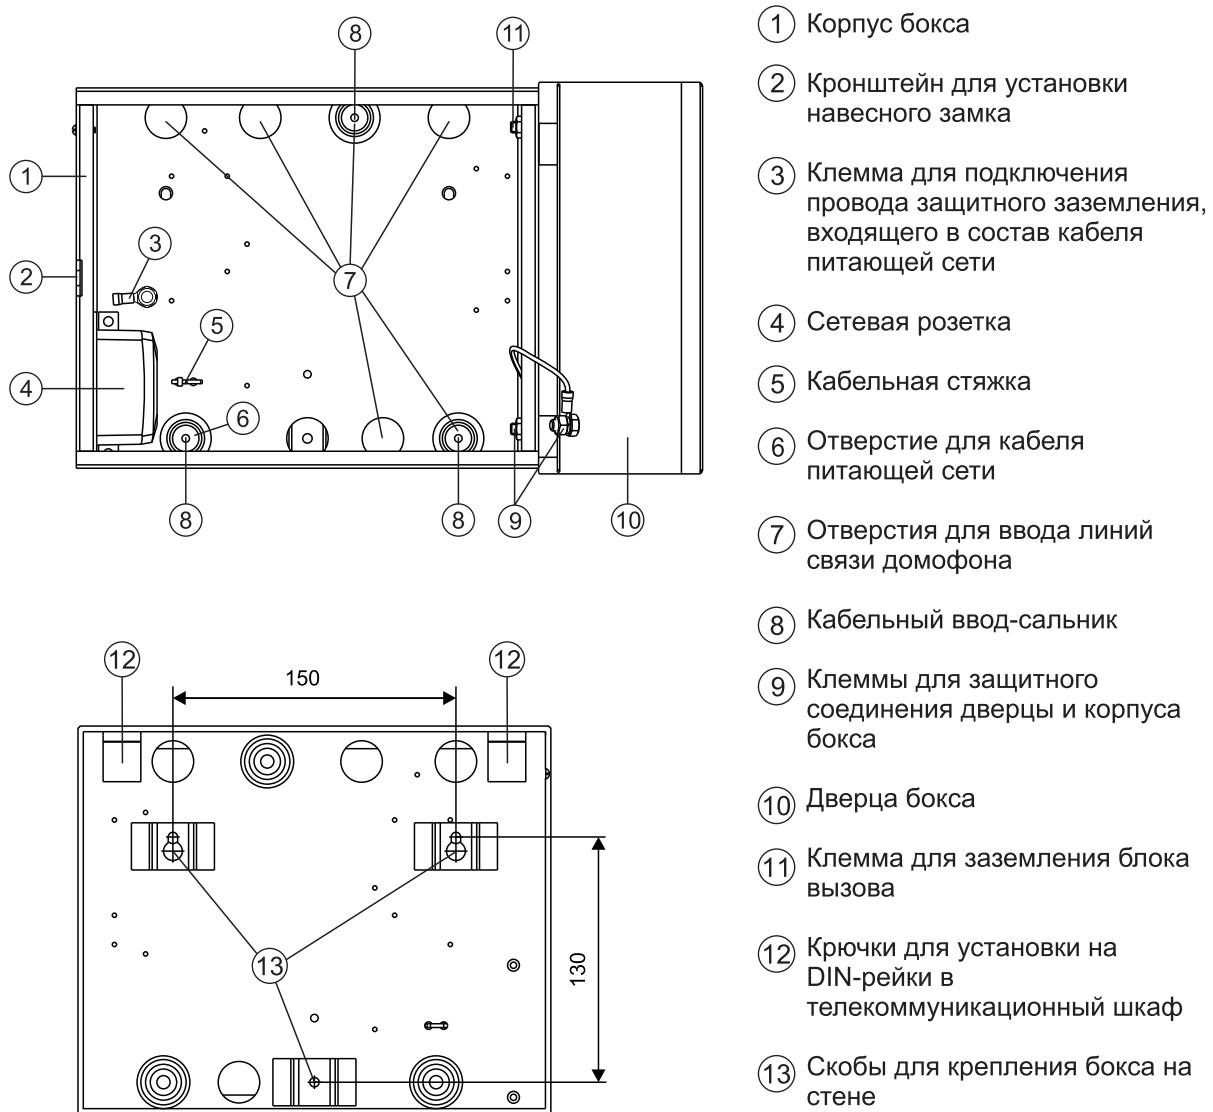
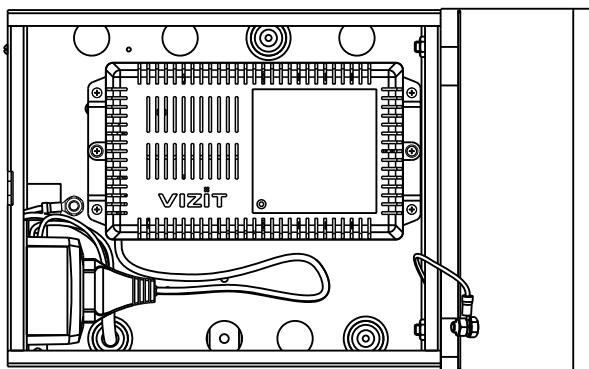

Рисунок 1 - Внешний вид и установочные размеры бокса
Рисунок 4 - Расположение блока управления VIZIT в боксе
Для крепления на стене используются скобы ⑬ (см. рисунок 1) на задней стенке бокса, а также шурупы 4x35 и дюбеля 6x30 из комплекта поставки.
- Заведите провода линии связи в бокс через отверстия ⑦ (см. рисунок 1).
- Если конструкция блока вызова предусматривает его заземление, подключите защитный провод блока вызова к клемме ⑪. Защитный провод соединяется с кабельным наконечником клеммы методом опрессовки.
- Подключите сетевую вилку блока управления / блока питания к розетке (см. рис. 4, 5).